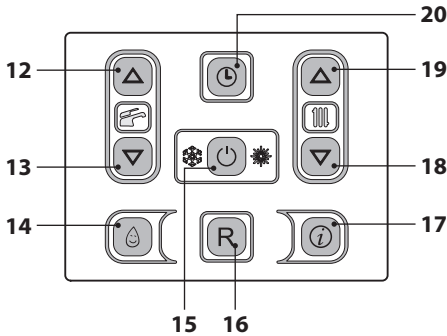
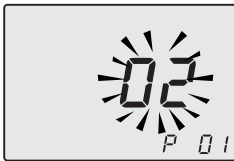

Figura 5.45
Figura 5.46
- Entrare in "modalità programmazione" premendo contemporaneamente per 10 secondi i tasti 15 - 18 - 19 (Figura 5.45) fino a far apparire sul display LCD le lettere **P01** e il valore del parametro, indicanti l'entrata nel "parametro 01" (Figura 5.46).
- Premendo il tasto 15 (Figura 5.45) si ottiene la conferma del valore inserito.
Comunque se la temperatura ambiente non dovesse essere confortevole si può aumentare o diminuire la temperatura di mandata dell'impianto riscaldamento di  $\pm 15^{\circ}\text{C}$  agendo sui tasti 18 (diminuzione) e 19 (aumento) (Figura 5.45).